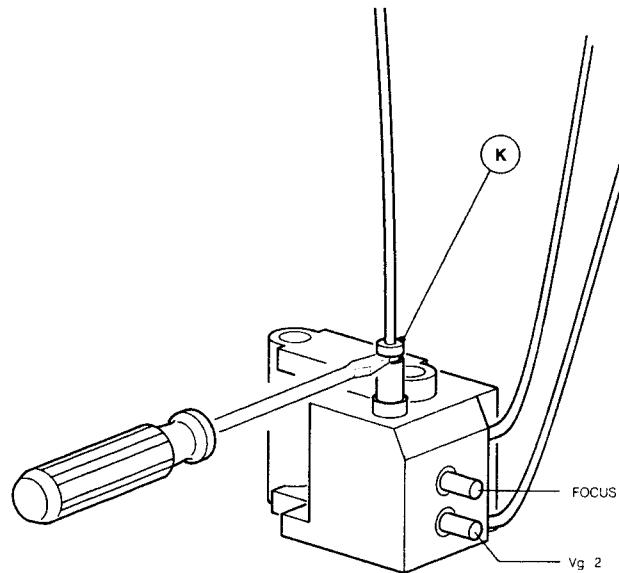

Fig. 3
- Das Fokusspannungskabel lässt sich am Horizontal-Ausgangstransformator trennen, indem mittels eines Schraubendrehers oder eines Seitenschneiders die Klemmbuchse K angehoben wird (siehe Bild 3). Wird das Kabel anschliessend wieder eingesteckt, so muss vorher die Klemmbuchse auf den Transformator gedrückt werden, bis diese hörbar einrastet. Danach lässt sich das Kabel durch die Buchse im Horizontal-Ausgangstransformator hineindrücken. Es ist zu beachten, dass das Kabel ausreichend tief hineingedrückt wird.
Mit dem Fokuspotentiometer am Horizontalausgangstransformator wird die Fokussierung eingestellt. (Siehe Bild 3.)
Anschluss 7 des IC7260 an Masse legen. Den Helligkeits- und Kontrasteinsteller so einstellen, dass am Widerstand 3401 eine Gleichspannung von 0 Volt steht. Mit den Potentiometern 3412, 3432 und 3452 die Schwarzpegel am Bildröhrensockel auf 130 V einstellen. Nun die Vg2-Potentiometer (siehe Bild 3) so einstellen, dass das Licht des Kathodenstrahlsystems, das als erstes sichtbar ist, gerade nicht mehr zu sehen ist. Die beiden weiteren Kathodenstrahlsysteme mit den dazugehörigen Einstellern (3412, 3432 oder 3452) danach auch so einstellen, dass gerade kein Licht sichtbar ist.